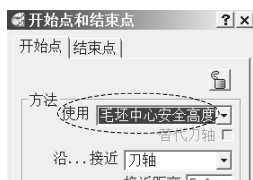
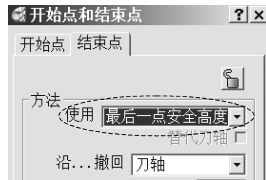

图 3-27 设置开始点位置
图 3-28 设置结束点位置
3) 设置加工开始点和结束点：在 PowerMILL “综合”工具栏中，单击“开始点和结束点”按钮, 打开“开始点和结束点”表格。在“开始点”选项卡中，按图 3-27 所示设置开始点位置。切换到“结束点”选项卡，按图 3-28 所示设置结束点位置。设置完成后，单击“接受”按钮退出。